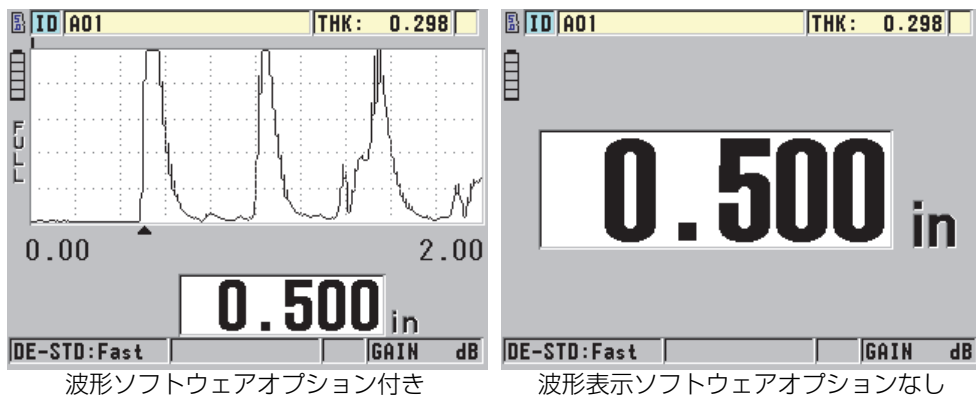

図 5-12 厚さ測定値の読み取り
3. 検査対象部分の厚さ測定値を読み取ります（66 ページの図 5-12 を参照）。